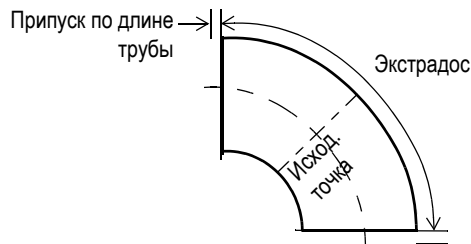

Рис. 3-2 Экстрадос — максимальная длина наружной поверхности изгиба
1. Измерьте и запишите параметры *выпуклой поверхности* колена трубы (макс. длина выпуклого участка колена; см. Рис. 3-2 на стр. 31).